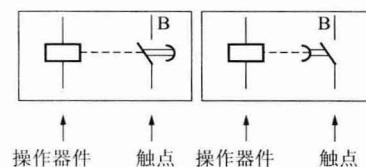

图 9 延时断开的动合触点
② 延时断开的动合触点。操作器件(线圈)得电吸合时,触点“B”立即闭合,但这个触点“B”在操作器件(线圈)断电后不能立即断开,而是达到整定的时间后触点才能断开(复归原始位置),这样的触点称为延时断开的动合触点。图形符号如图 9 所示。电工平时交流时,将其简称为“瞬合延断动合触点”。